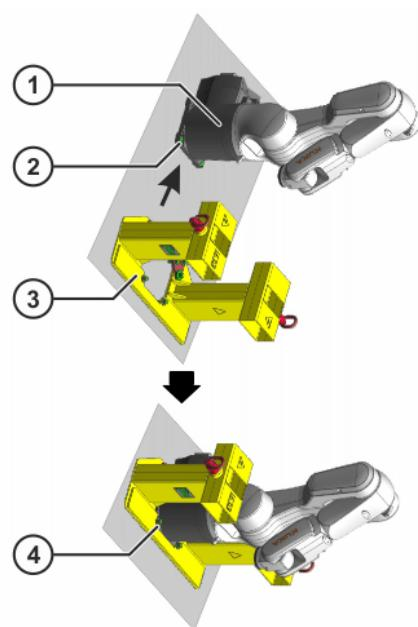

Abb. 10-4: Lastaufnahmemittel am Roboter befestigen
7. Lastaufnahmemittel vorsichtig von unten auf das Grundgestell des Roboters aufschieben (>>> Abb. 10-4).